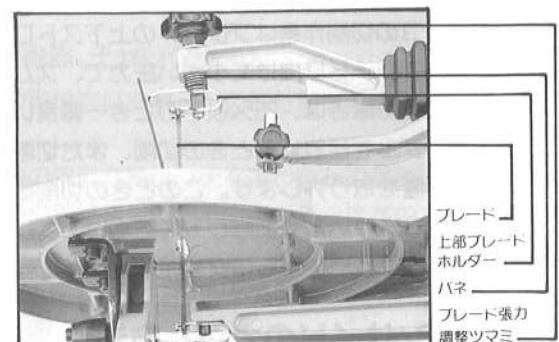

図7
- ⑤ブレードガイドのネジを調整して、ブレードガイドを、ブレードに軽く接触するまで調整して締めて下さい。
- ⑥テーブル上の工具や他の物を収納整理して下さい。
- ⑦電源スイッチを「ON」にして、ブレードがスムースに運転するかご確認の上、切削を開始して下さい。
■ブレードの取りはずし (図7参照)